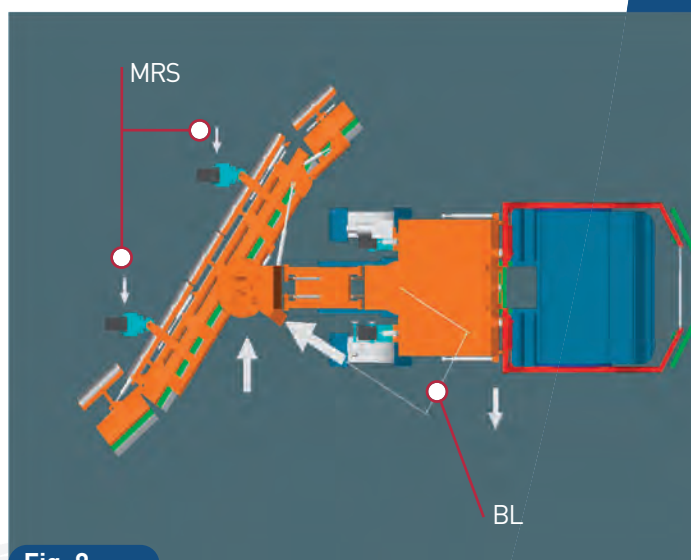

Fig. 9
L'equilibrio dinamico derivante dalla spinta della neve a lama inclinata viene assorbito sia dal veicolo trattore, mediante il vincolo meccanico anteriore, e sia dalle ruote sensorizzate che generano un momento radrizzante. Le ruote sensorizzate, come detto in precedenza, sono sempre flottanti ad eccezione del momento in cui si abbassano i coltelli, nel qual caso, un attuatore idraulico genera un momento radrizzante proporzionale al carico presente sulle ruote sensorizzate. Il braccio di leva (MRS) (BL), ovvero la distanza fra il centro asse motore e la perpendicolare mediana a lama inclinata, è la causa delle spinte laterali destabilizzanti sul veicolo trattore. Data la particolare forma costruttiva della attrezzatura White-Black il braccio di leva ottenuto è particolarmente ridotto fino a 2,5 volte rispetto ad un autocarro a 3 assi con lama anteriore. Fig.9